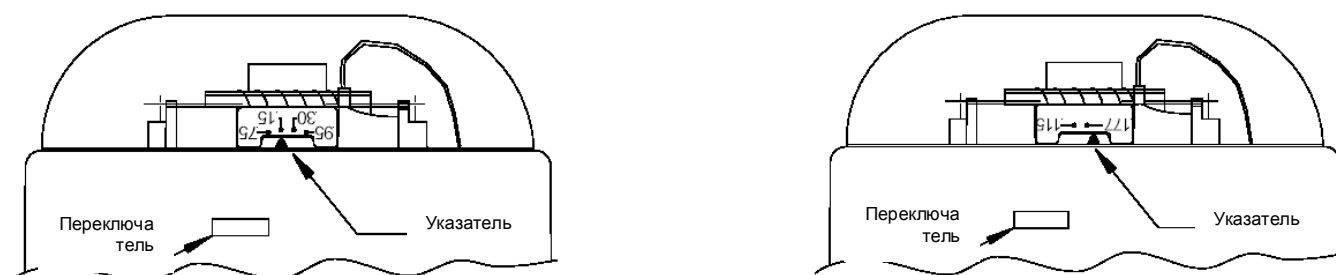

Рис. 6: Установка интенсивности светового потока (S8-24МСС и S8-24МССН)
5. Установите требуемую интенсивность светового потока. Чтобы передвинуть переключатель интенсивности в нужное положение, вставьте отвертку в щель, расположенную на боковой грани строба. Установленная интенсивность отображается на индикаторе, расположенном сбоку в оптической линзе. См. Рис.6.